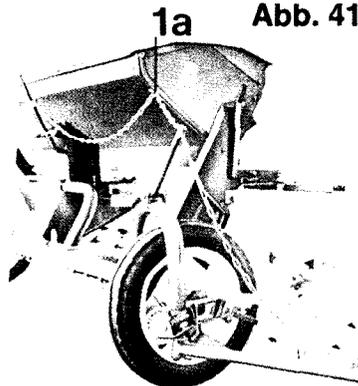

Abb. 42
- a) Bei den Drillmaschinen D 4-25 und 30 ist nur die Kette vom Haken (Abb. 42/1a) abzunehmen, um die Spuranreißer in Arbeitsstellung zu bringen.